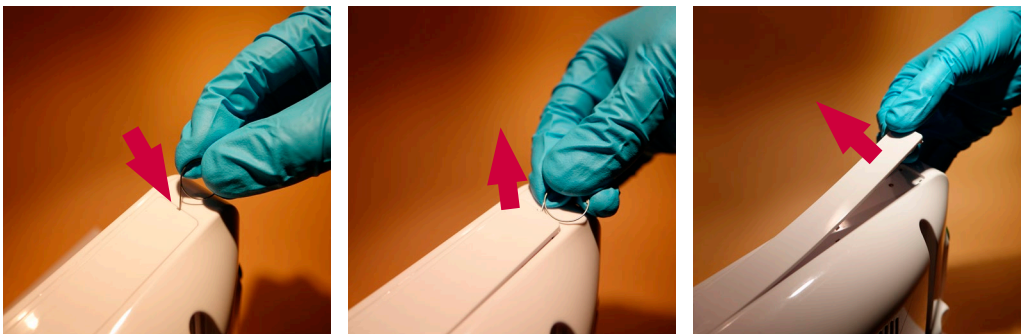

图 4 拆除铭牌
- c) 拆除显示器顶部和底部带有 Ambu 徽标的铭牌 (图 4)